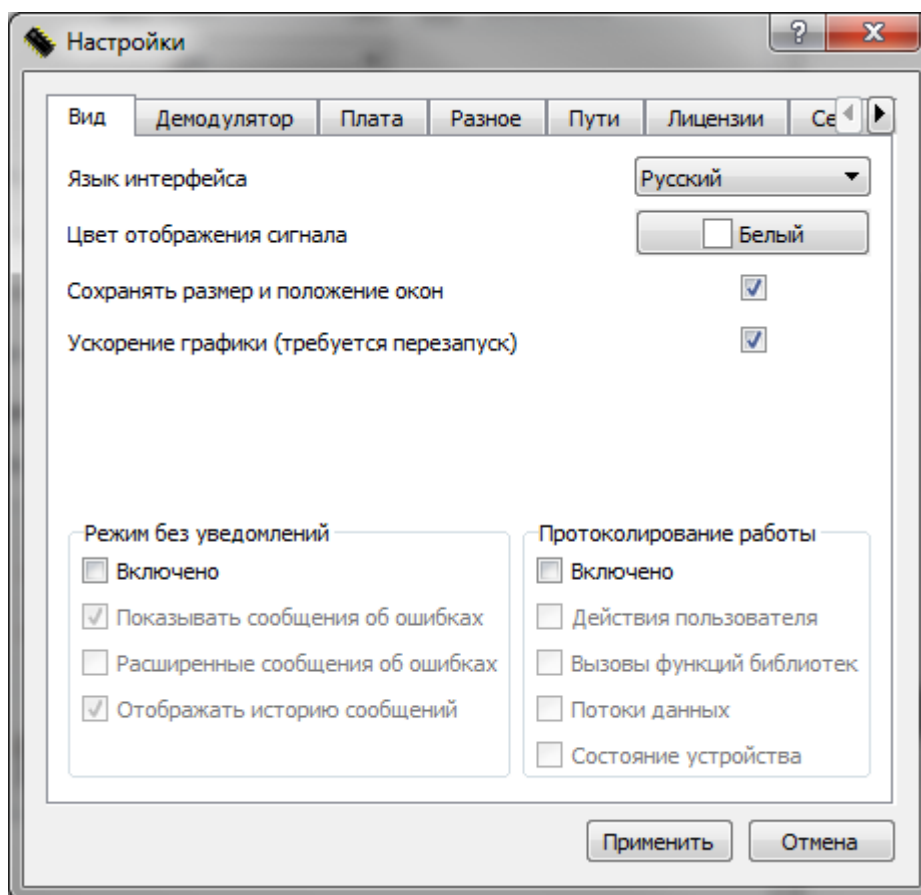

Рис. 17
- «Настройки» - открывает окно настроек программы, представленное на рис. 17;
Вкладка «Вид» позволяет настроить некоторые параметры внешнего вида программы, выбрать язык интерфейса и параметры отображения сигнала на диаграммах (см. рис. 17). Для отрисовки графических элементов в программе используется аппаратное ускорение, которое, в некоторых случаях, может работать некорректно (например, если не установлен видеодрайвер, или в режиме удаленного рабочего стола). В таком случае необходимо сбросить флажок «Ускорение графики» и перезапустить программу. Режим без уведомлений предназначен для отключения уведомлений об ошибках. При активации данного режима можно отключить всплывающие уведомления, историю сообщений внизу основного окна программы, а так же включить вывод более подробного описания возникающих ошибок. На